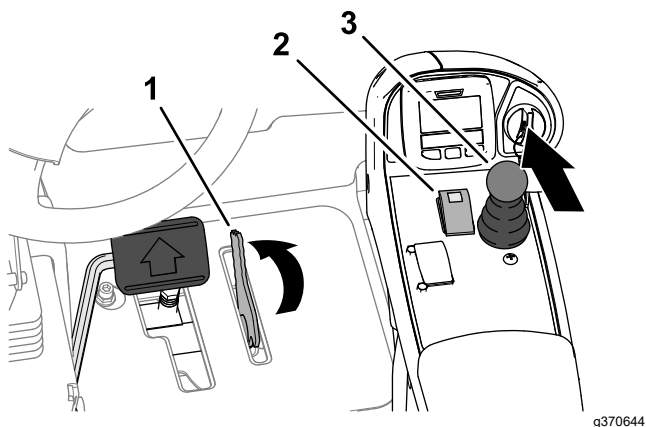

Рисунок 158
3. Переведите рычаг ограничителя скорости скашивания вперед в положение СКАШИВАНИЯ (Рисунок 158).